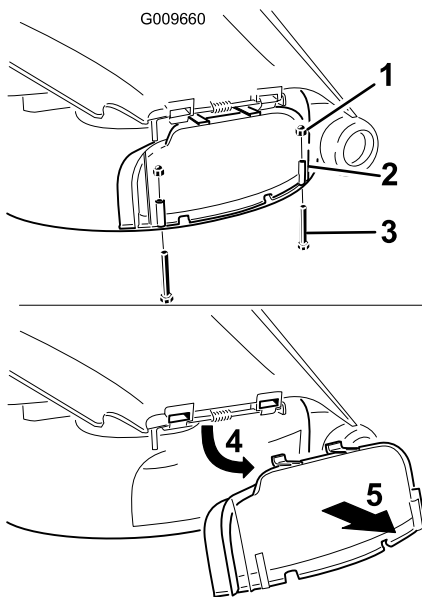

Bild 22
3. Entfernen Sie die zwei Schrauben und Muttern, mit denen die Abdeckung des Auswurfkanals am Mähwerk befestigt ist (Bild 22).